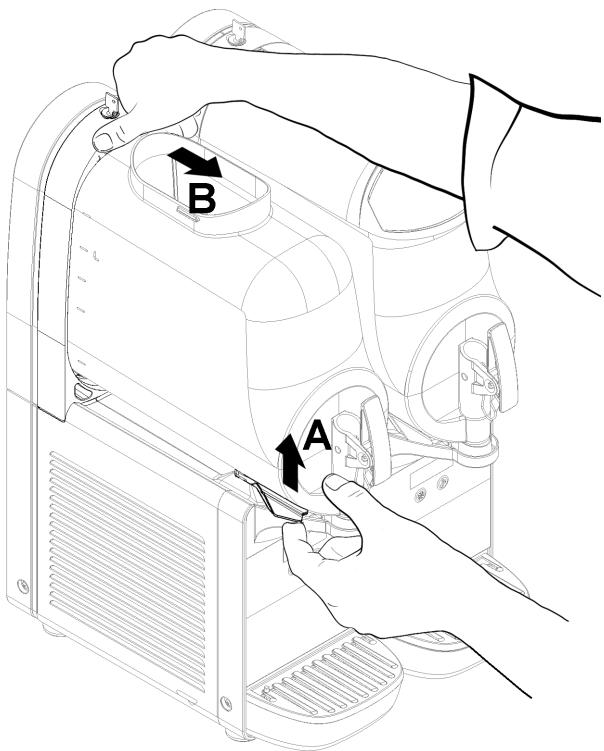

figura 3
- 2** Para desmontar el recipiente es necesario empujar hacia arriba la palanca correspondiente A (ver figura 3) y luego sacar